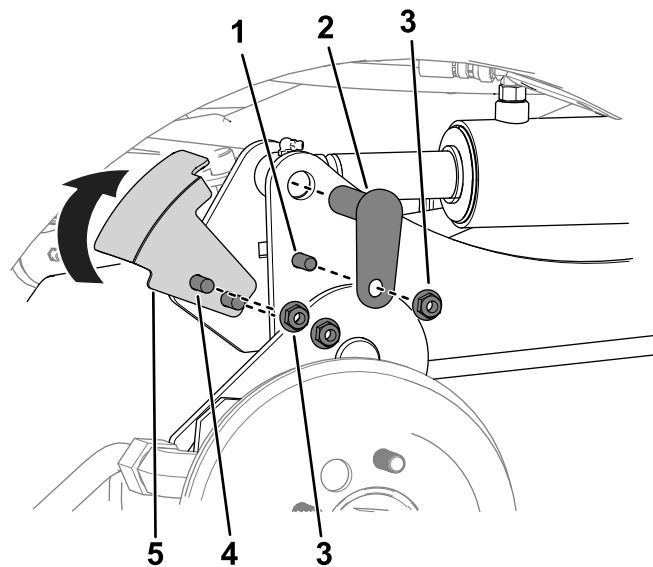

图 12
4. 如图 12 所示用小销钉、螺栓 $\frac{3}{8}$ x 1 $\frac{1}{4}$ 英寸和螺母 $\frac{3}{8}$ 英寸将各个油缸杆端固定到各个提升臂上。
5. 如图 12 所示用 2 个托架螺栓和 2 个螺母 $\frac{3}{8}$ 英寸将传感器支架固定到右提升臂。
安装传感器支架时先将支架向上旋转如图 12 所示然后再夹紧。